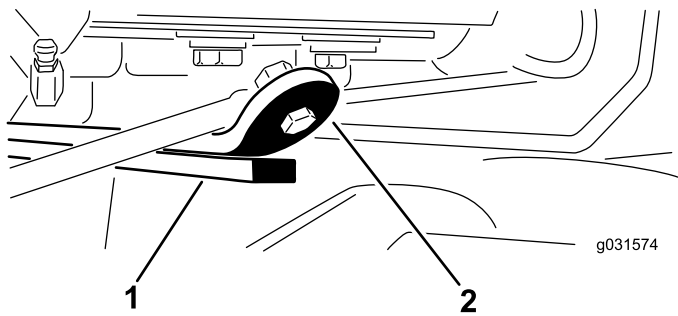

Figura 14
3. Avviate il motore, sollevate gli apparati di taglio e assicuratevi che la distanza tra la cinghia di usura sulla parte superiore della barra di usura dell'apparato di taglio posteriore e la cinghia paracolpi sia pari a 0,51–2,54 mm, come illustrato nella Figura 14.